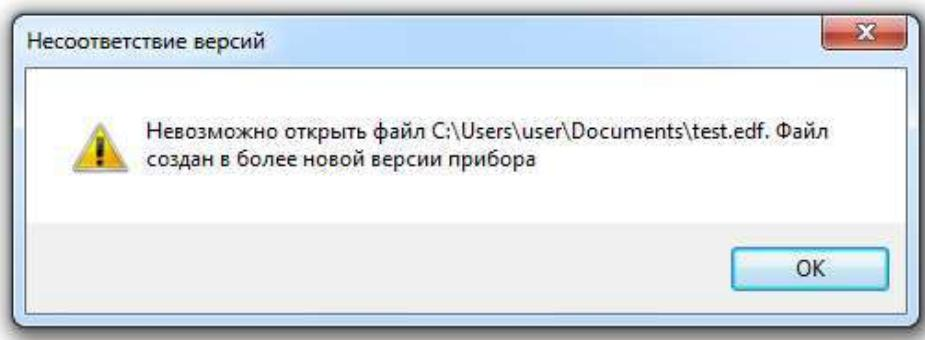

Рисунок 3.12 – Несоответствие версий
3.5.5.4 При попытке открыть файл формата ".edf", выполненный в более новой версии, генерируется сообщение о несоответствии версий (рисунок 3.12).